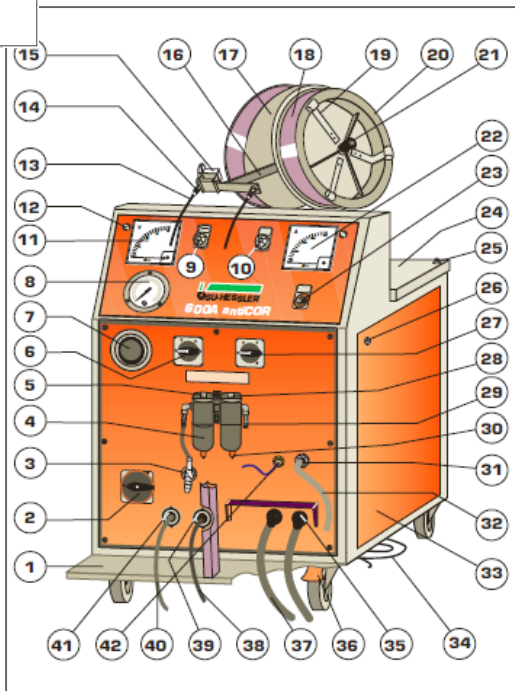

Fig. 2, 600 A strømkilde
Alle indstillinger, som beskrevet i kapitel 4, skal være udført. Spændingsområdeknappen (fig.2, 27) skal være i position 2 og finjusteringsknappen (6) skal på position 3. Udstyret er slukket.
OBS! Brug altid OFF knappen på pistolen eller slå hovedafbryderen fra (fig2,2) når positionsknapperne bruges.